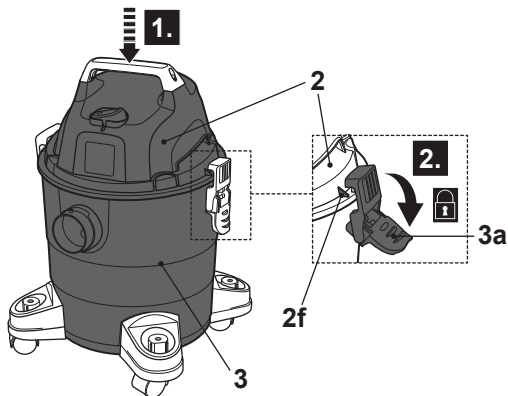

Fig. 8
- > Coloque la unidad del motor (2) con el filtro de polvo (14) en el depósito (3) y fjela con las abrazaderas (3a) y las ranuras de las abrazaderas (2f) (Fig. 8). Compruebe que la unidad del motor encaja bien en el depósito y que la conexión esté bien sellada.